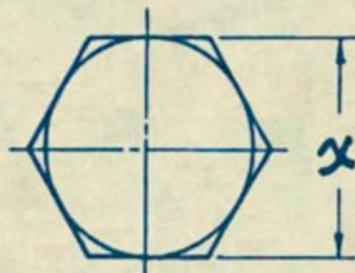

Figura 52
- a. Las llaves boca fija, de copa o de estría que seleccione, deben ser de medida igual a la cabeza del tornillo, para estar seguro mida con el calibrador la distancia entre caras. (Figura 52).